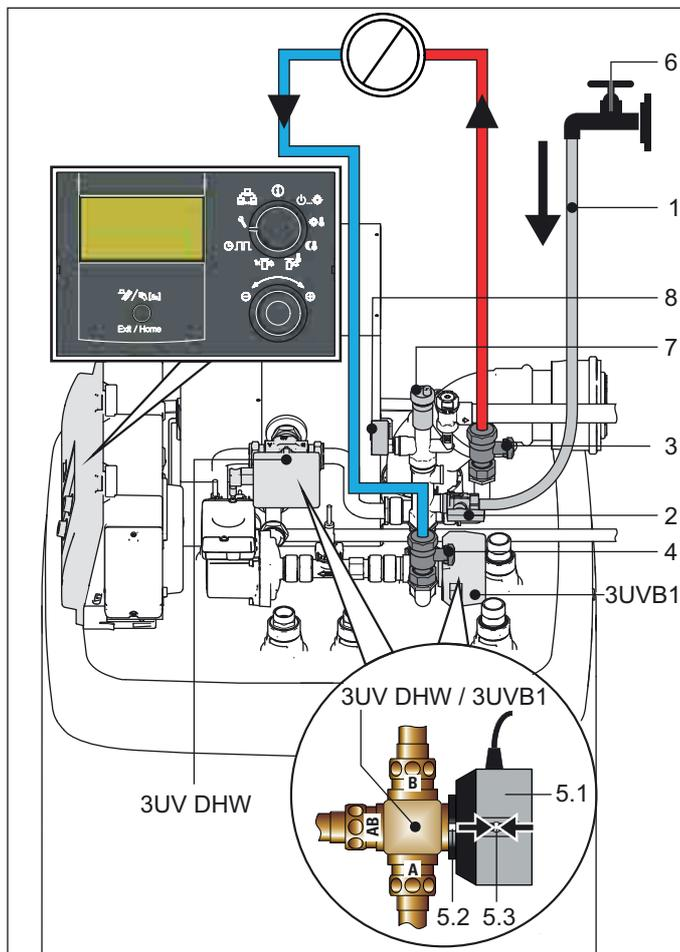

Bild 9-4 Heizungs- und Speicherladekreislauf befüllen (dargestellt an GCU compact 5xx)
Tab. 9-1 Legende zu Bild 9-4
Im Auslieferungszustand befinden sich die integrierten 3-Wege-Ventile (3UV1/3UVB1/3UV DHW) in Befüllposition. Der Handhebel (Bild 9-4, Pos.5.3) befindet sich in eingerasteter Mittelposition. Das 3-Wege-Ventil gibt beide Strömungswege teilweise frei.
Zeigt der Handhebel (Bild 9-4, Pos.5.3) vom Ventilkörper weg (Ventilstellung AB-B) oder zum Ventilkörper hin (Ventilstellung AB-A), muss das 3-Wege-Ventil vor dem Befüllvorgang in Mittelstellung gebracht werden (siehe Arbeitsschritt 1 und beigefügte Betriebsanleitung "ROTEX Regelung RoCon BF").
1. **Nur erforderlich bei erster Inbetriebnahme und Wiederinbetriebnahme nach vollständiger Entleerung!** Handhebel (Bild 9-4, Pos.5.3) der 3-Wege-Ventile (3UV1/3UVB1/3UV DHW) in Mittelstellung einrasten (Auslieferungszustand: nur im stromlosen Zustand möglich).
2. Füllschlauch (Bild 9-4, Pos.1) mit Rückflussverhinderer (1/2") an den KFE-Hahn (Bild 9-4, Pos.2) anschließen und gegen Abrutschen mit einer Schlauchschelle sichern.
3. Wasserhahn (Bild 9-4, Pos.6) der Zuleitung öffnen.
4. KFE-Hahn (Bild 9-4, Pos.2) öffnen und Manometer (Bild 9-4, Pos.8) beobachten.
6. KFE-Hahn (Bild 9-4, Pos.2) schließen.
8. Wasserdruck am Manometer erneut prüfen und gegebenenfalls Wasser über den KFE-Hahn (Bild 9-4, Pos.2) nachfüllen.
9. Wasserhahn (Bild 9-4, Pos.6) der Zuleitung schließen.
10. Füllschlauch (Bild 9-4, Pos.1) mit Rückflussverhinderer vom KFE-Hahn (Bild 9-4, Pos.2) trennen.